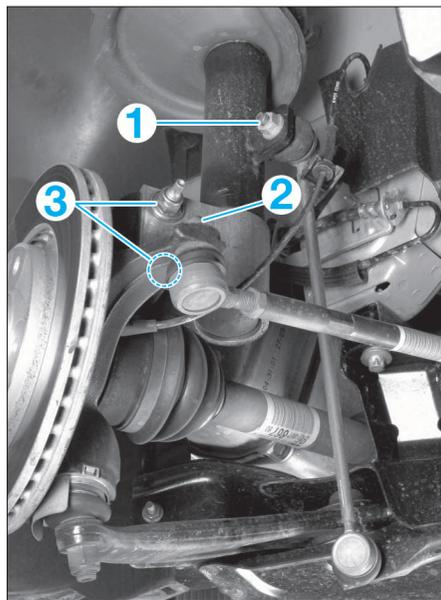

FIG. 1
- Déposer l'écrou (1) (Fig.1).
- le frein d'écrou (2)
- Déposer l'écrou (2).
- Désaccoupler la rotule de direction (à l'aide de l'outil ref. 1892-T par exemple).